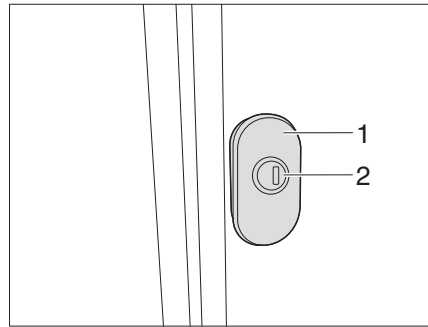
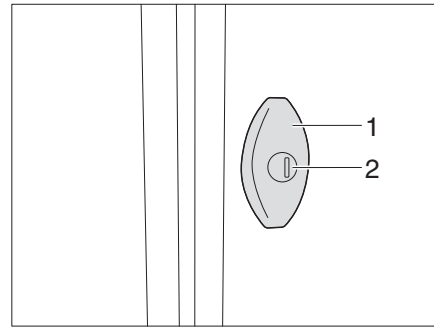

Fig. 33 Cerradura tensora giratoria (variante 1)
Fig. 34 Cerradura tensora giratoria (variante 2)
- Tirar de la cerradura tensora giratoria (Fig. 33/Fig. 34,2) y girarla 180° en sentido contrario a las agujas del reloj. La trampa exterior está abierta.